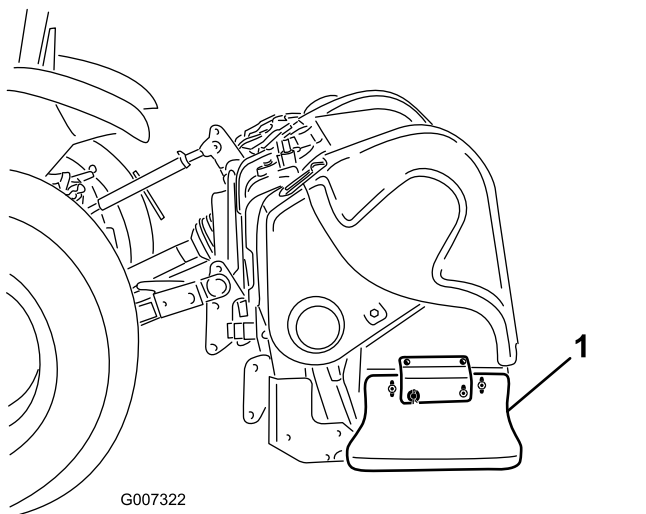

Figura 40
1. Afloje los pernos y tuercas que sujetan el protector lateral al bastidor (Figura 40).